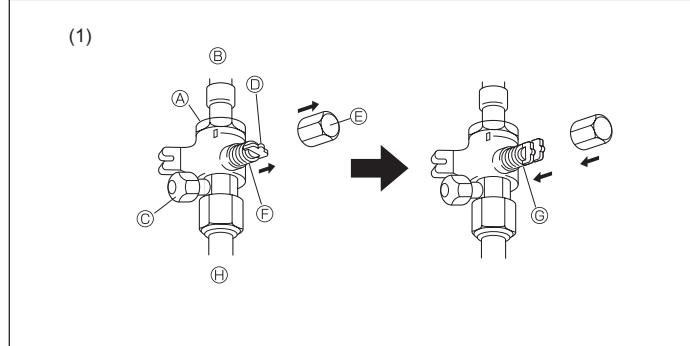
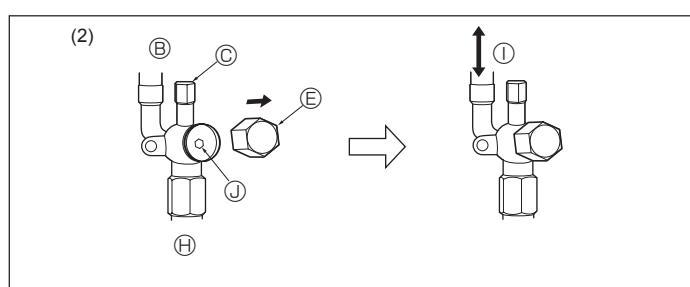

Fig. 5-8
Fig. 5-9
(1) Lado de gas (Fig. 5-8)
- ① Quite la tapa, tire de la manivela hacia usted y gire 1/4 de vuelta hacia la izquierda para abrir.
- ② Cerciórese de que la válvula de parada esté completamente abierta, empuje la manivela y enrosque la tapa en su posición original.
(2) Lado de líquido (Fig. 5-9)
- ① Abra la tapa y gire la varilla de válvula hacia la izquierda hasta su tope, utilizando una llave hexagonal de 4 mm [3/16"]. Deje de girar cuando llega al tope.
- ② Cerciórese de que la válvula de parada esté completamente abierta y enrosque la tapa en su posición original.